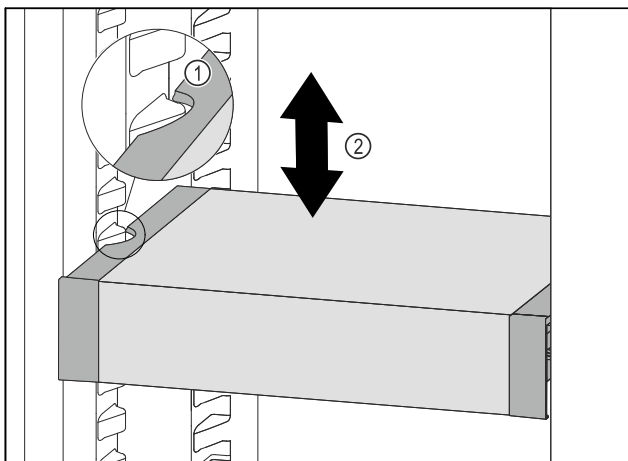

Fig. 56
- ▶ VarioSafe ťahajte dopredu, dokým sa bočné vybrania VarioSafe nebudú nachádzať vo výške rebra nádoby v chladničke. Fig. 56 (1)
- ▶ VarioSafe v chladničke presúvajte nahor alebo nadol, dokým sa dosiahne požadovaná výška. Fig. 56 (2)